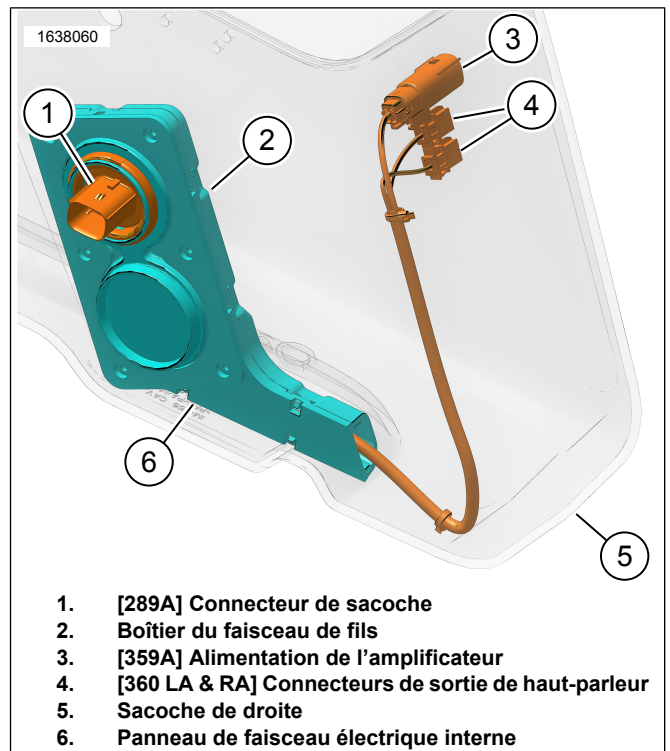
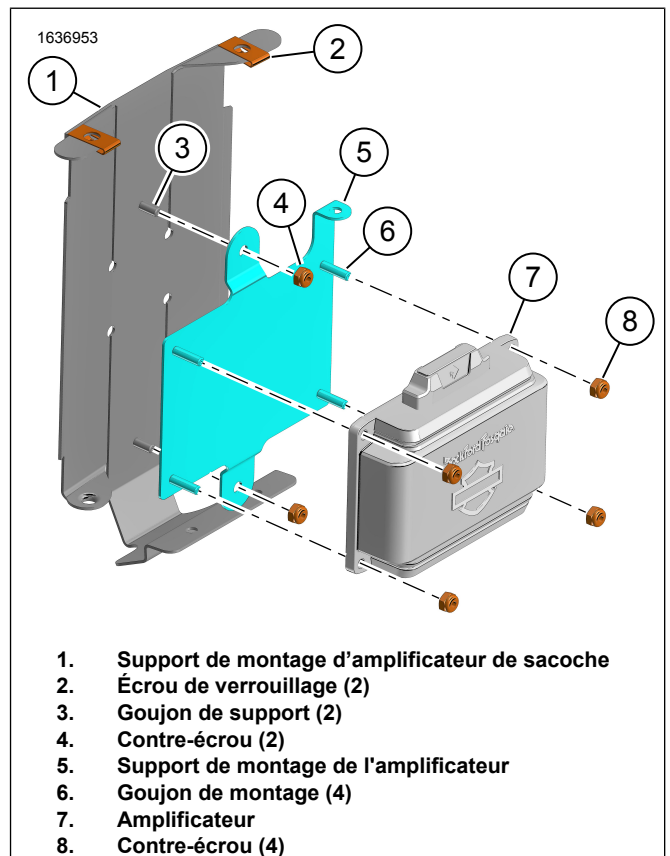
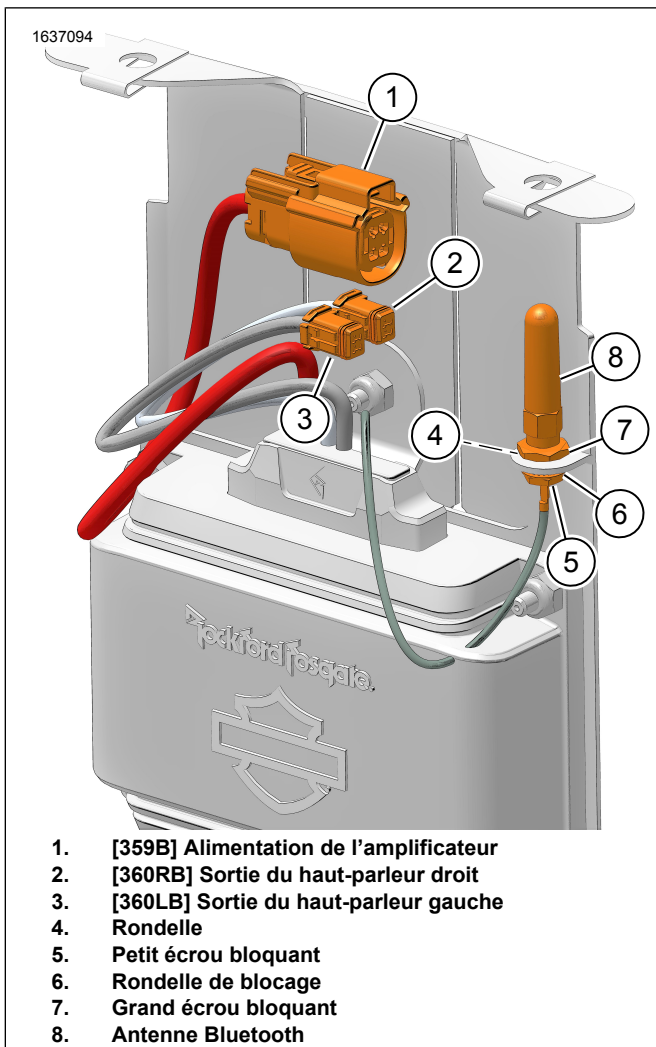
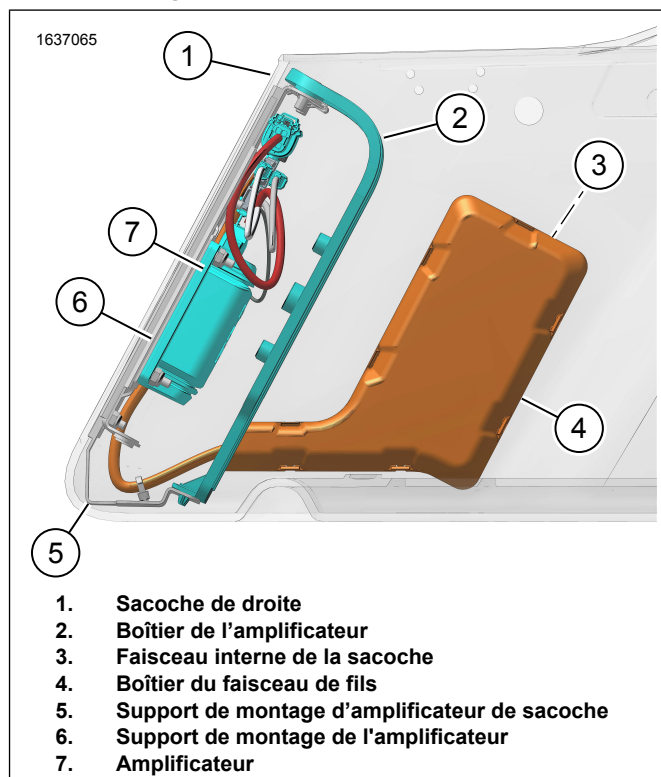

Figure 8. Faisceau électrique interne 69202871
Figure 9. Support de montage d'amplificateur
Figure 10. Assemblage de l'amplificateur
Figure 13. Faisceau de sacoche avec amplificateur
8. Figure 8 Installez le faisceau électrique interne comme indiqué.
- a. Installez le boîtier du faisceau électrique (2).
9. Figure 10 Assemblez l'antenne.
- a. Installez une petite rondelle de verrouillage (5) et une rondelle de verrouillage (4) à la base de l'antenne.
- c. Installez la rondelle (4) et le grand contre-écrou (7). Serrer l'assemblage.
10. Figure 9 Assemblez le support de montage de l'amplificateur.
- a. Installez les écrous à ressort (2).
- b. Installez le support de montage de l'amplificateur (5) sur le goujon de montage (3).
- c. Installer l'écrou bloquant (4). Serrer.
- d. Installez l'amplificateur (7).
- e. Installer l'écrou bloquant (4). Serrer.
11. Figure 13 Installez l'assemblage des supports de montage de l'amplificateur.
14. Consultez Figure 8 et Figure 10 . Branchez le faisceau électrique interne à l'ensemble de l'amplificateur.
15. Voir la Figure 10. Branchez les fils de haut-parleur droit à l'ensemble de l'amplificateur.
Consultez Figure 8 et Figure 10 . Branchez le faisceau électrique interne à l'ensemble de l'amplificateur.